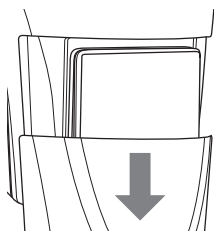

Fig. 1
- ♦ Glissez le cache de protection **11** vers le bas et retirez-le (voir fig. 1).